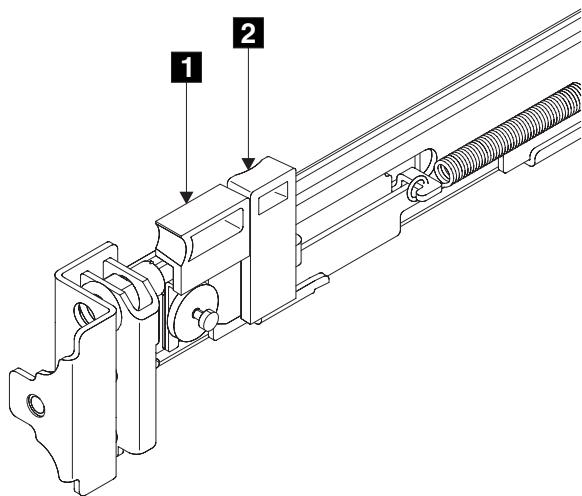

图 27. 缩回插销锁托架
4. 使您的手指对着插销控制杆 **1** 一侧，并将您的拇指对着插销锁 **2** 的前部（请参阅图 27）。